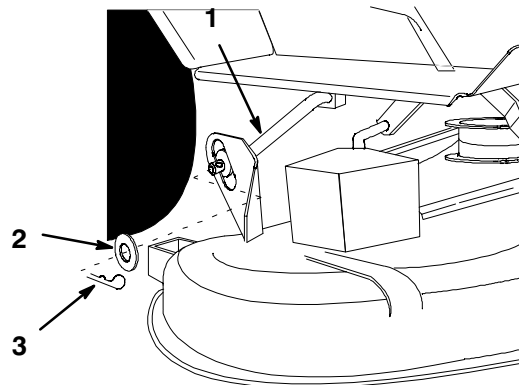

Figure 5
5. Installez les douilles de guidage arrière sur les bras de relevage en commençant par la gauche, puis glissez le plateau de coupe vers la gauche pour le mettre en position (Fig. 5).
6. Fixez le plateau aux bras de relevage arrière avec les rondelles et (2) goupilles fendues élastiques de 3-3/8" (Fig. 5).